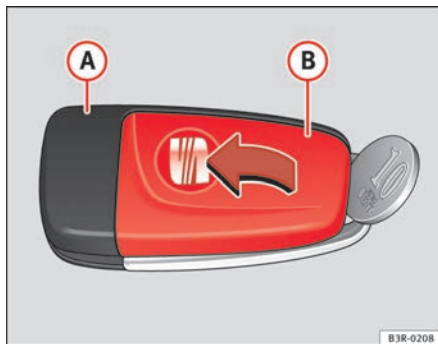

Abb. 68 Hauptschlüssel:
- Schlüsselteil ⇒ Abb. 68 **A** und Deckel **B** mit einer Münze **vorsichtig** auseinander hebeln.